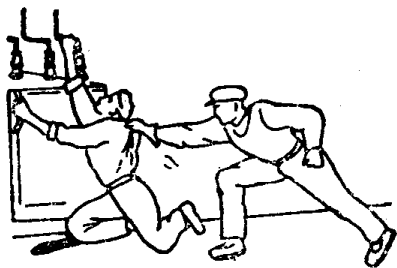
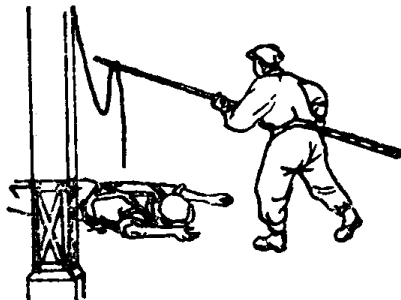

图1-4 手戴绝缘手套将触电者拉下电源
图1-5 用绝缘木棒将触电者身上电线挑开
1. 迅速关掉电源, 再把人从触电处移开, 如触电地点远离开关或不具备关闭电源的条件, 只要触电者穿的是比较宽松的干燥衣服, 可用手抓住衣服将其拉离电源。或用干燥木棒或竹杆将电源线从人身上挑开, 如图 1-4 和图 1-5 所示。